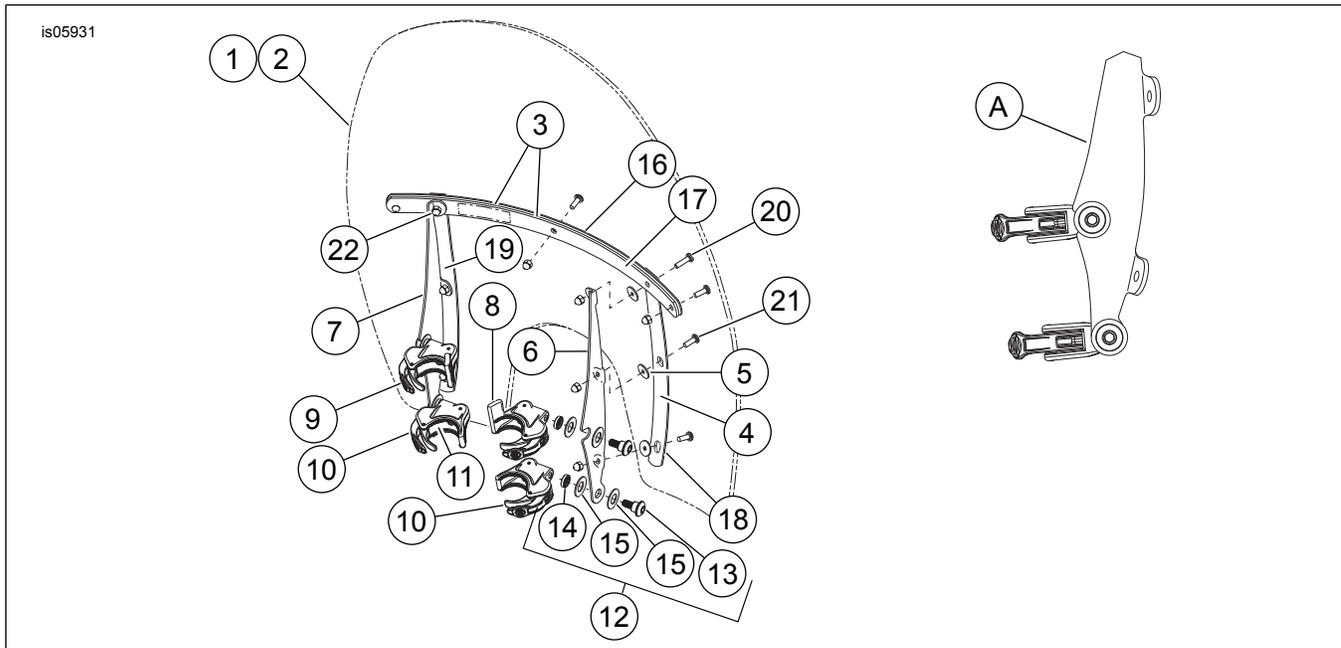

Figura 6. Peças de reposição: Kits de Para-brisas Amovível de Desengate Rápido
Ver Figura 6 e Tabela 2 .
- Ver Figura 6 e Tabela 2 . Reposicione os indicadores de mudança de direção, de acordo com as instruções incluídas no Kit de Reposicionamento do Indicador de Mudança de Direção (23).
- Ver Figura 6 e Tabela 2 . Remova os kits de grampo e ferragens da embalagem e separe as peças semelhantes para preparar a montagem. Repare que os grampos inferiores são exatamente iguais, enquanto os grampos superiores do lado esquerdo e direito podem ser identificados pelas extensões que apontam para cima.